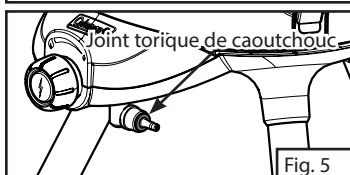

Fig. 5
- Avant de relier le régulateur au réchaud, s'assurer que le joint torique de caoutchouc se trouve bien sur le connecteur du régulateur (Fig. 5)